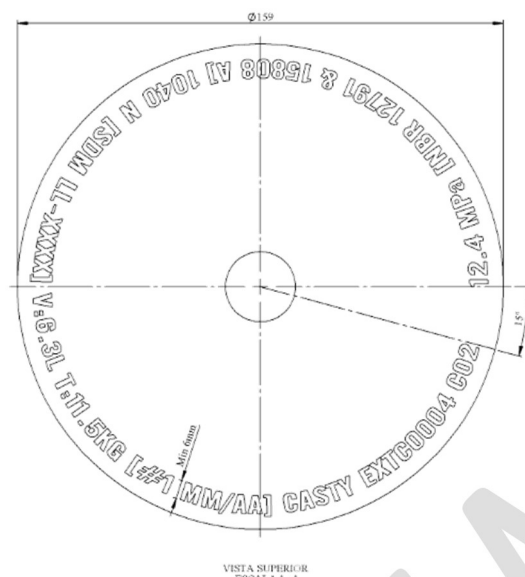

Figura 8: Marcação no cilindro do CO₂
f) Verifique a data de fabricação do cilindro, que está localizada no conjunto de marcação na parte superior do mesmo (vide figura 8). Se a data de verificação no cilindro for superior a 5 anos com relação a data atual da verificação, é obrigatório submeter o cilindro ao ensaio hidrostático.